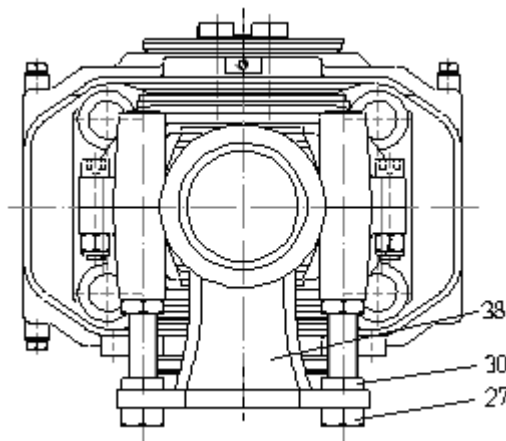

Figura D-2. Ajuste vertical
- Soltar las cuatro tuercas hexagonales (30, Figura D-2) del caballete de soporte.
- Enroscar o desenroscar uniformemente ambos tornillos (27) hasta obtener la posición vertical correcta del enganche.
- Apretar las tuercas (30) aplicando un par de apriete de 350 ± 10 Nm.